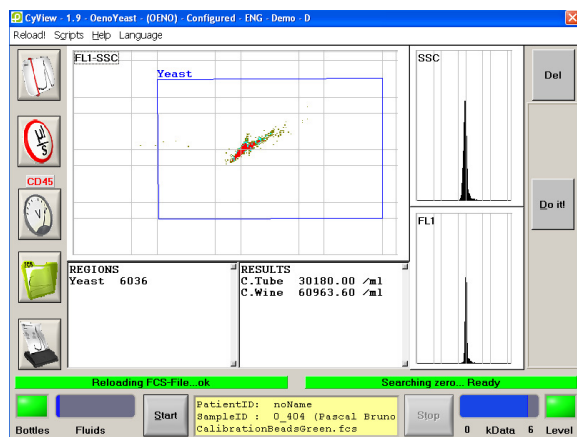

Figure 1: Billes de calibration Partec 3µm
- Passer les billes de calibration 3 µm sur le **CyFlow® Oenolyser** et contrôler si le signal des billes tombe au centre de la région R1 de l'histogramme (voir figure 1) – corriger la position du signal des billes en modifiant le GAIN de SSC et de FL1 si nécessaire.